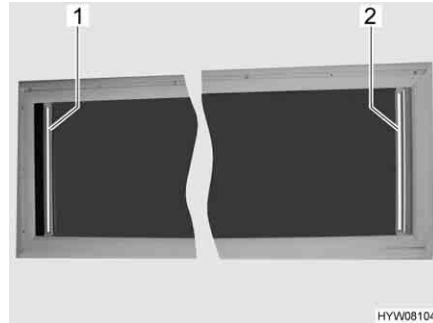

Fig. 84 Finestra apribile sul tetto
- Afferrare la tendina oscurante pieghevole (Fig. 84,2) per la parte centrale della barra di presa, estrarla e rilasciarla nella posizione desiderata. La tendina oscurante pieghevole rimane in questa posizione.
- Afferrare la tendina oscurante pieghevole (Fig. 84,2) per la parte centrale della barra di presa e spingerla lentamente nella posizione iniziale.
- Afferrare la protezione contro gli insetti (Fig. 84,1) per la parte centrale della barra di presa, estrarla e rilasciarla nella posizione desiderata. La protezione contro gli insetti rimane in questa posizione.